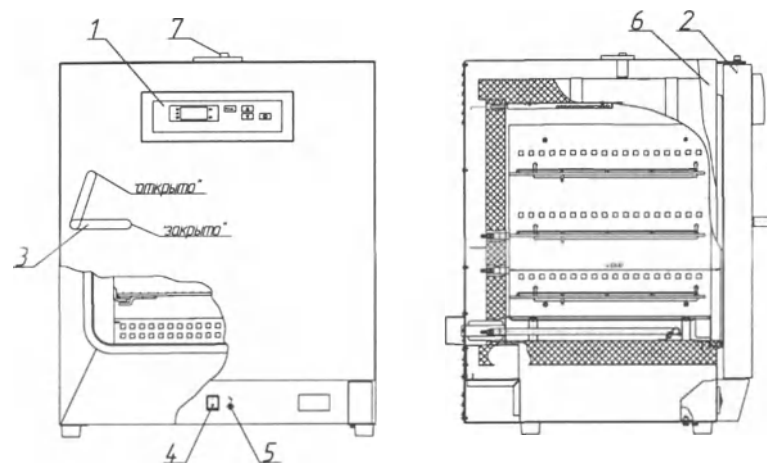
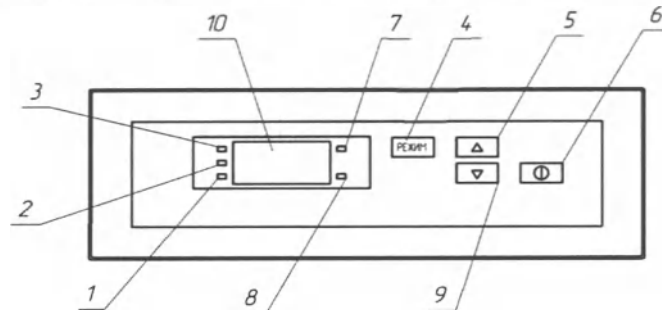

Рисунок 1. Общий вид.
Рисунок 2. Блок управления.
Установить выключатель (поз. 4, рис. 1) в положение "I". На блоке управления загорится индикатор (поз. 7, рис. 2), информационное табло (поз. 10, рис. 2) отображает текущую температуру в камере.
Для задания температуры сушки необходимо нажать на поле "РЕЖИМ" (поз. 4, рис. 2) и путем нажатия на одно из полей "Δ", "∇" (поз. 5, 9, рис. 2) установить требуемое значение.
Для запуска выбранного режима кратковременно (не более 2 сек) нажать на поле "I" (поз. 6, рис. 2). Шкаф перейдет в фазу «НАГРЕВ», начнет мигать индикатор "НАГРЕВ"/"ВЫДЕРЖКА" (поз. 3, рис. 2). Информационное табло индицирует изменение температуры в камере. Происходит нагрев до установленного значения температуры.
В фазе «ОХЛАЖДЕНИЕ» индикатор продолжает показывать изменение температуры в камере и горит индикатор "ОХЛАЖДЕНИЕ" (поз. 2, рис. 2). Температура в камере падает. При понижении температуры до 75°C гаснет индикатор "ОХЛАЖДЕНИЕ", загорается индикатор "ВЫГРУЗКА" (поз. 1, рис. 2) и
2.3.2 Установить выключатель (поз. 4, рис. 1) в положение "I". На блоке управления загорится индикатор (поз. 7, рис. 2), информационное табло (поз.10, рис. 2) показывает текущую температуру в камере.
2.3.4 Шкаф запоминает в энергонезависимой памяти последний запущенный режим. Для его повторного запуска можно сразу после включения клавиши поз. 4, рис. 1, в положение "I", нажать на поле "⓪" (поз. 6, рис. 2), не производя выбор вновь.
2.3.6 При достижении заданной температуры, шкаф переходит в фазу «ВЫДЕРЖКА». Включается светодиодный индикатор " ВЫДЕРЖКА " (поз. 3, рис. 2), информационное табло попеременно индицирует время выдержки и текущую температуру в камере. По истечении требуемого времени, необходимо завершить этап выдержки. Для завершения сушки необходимо удерживать поле "⓪" не менее 3-х секунд, шкаф перейдет в фазу «ОХЛАЖДЕНИЕ».
2.3.7 В фазе «ОХЛАЖДЕНИЕ» индикатор продолжает показывать изменение температуры в камере и горит индикатор "ОХЛАЖДЕНИЕ" (поз. 2, рис. 2). Температура в камере падает.
2.3.8 При понижении температуры до 75 °С гаснет индикатор "ОХЛАЖДЕНИЕ", загорается индикатор "ВЫГРУЗКА" (поз. 1, рис. 2) и звучит прерывистый звуковой сигнал (в течении 1 минуты), после чего можно открыть дверь и произвести выгрузку.
2.3.9 По окончании работы установить сетевой выключатель в положение "О" (поз. 4, рис. 1).